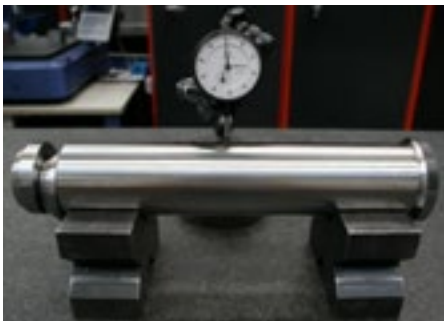

Fig.8
5.2 Efectuar al menos cada 12 meses un control de los bulones para verificar eventuales deformaciones permanentes (ver **Fig.8**); basta con verificar que el bulón gira libremente sobre su eje en el interior de la orejeta.
5.4 En el caso de que se verifique que las eslingas/cadenas han cedido, con la consiguiente sobrecarga de los bulones de transporte, someterlos a controles de cilindridad (ver **Fig.8**) para verificar eventuales deformaciones; en el caso de errores superiores a 0,3 mm sustituir los bulones afectados; sustituir los tornillos de sujeción y verificar el apriete correcto según la tabla indicada en el manual.
5.5 En el caso de golpes accidentales en la zona de anclaje durante las operaciones de transporte, desplazamiento y volteo, someter a los bulones a controles de cilindridad para verificar eventuales deformaciones; en caso de errores superiores a 0,3 mm (ver **Fig.8**) sustituir los bulones afectados; someter los dispositivos de elevación lateral a control visual para verificar eventuales deformaciones, y en tal caso sustituirlos; sustituir los tornillos de sujeción y verificar el apriete correcto según la tabla indicada en el manual.